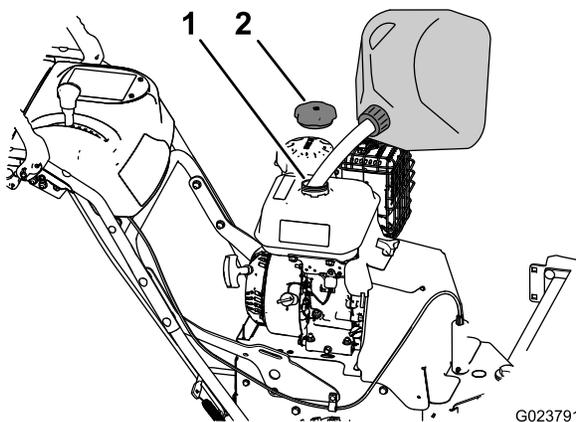

Figure 7
1. Nettoyez la surface autour du bouchon du réservoir de carburant (Figure 7).
2. Retirez le bouchon du réservoir de carburant (Figure 7).
4. Remettez le bouchon du réservoir en place et essayez l'essence éventuellement répandue (Figure 7).